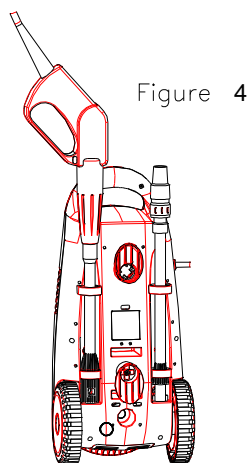

Figure 4
5.3.8 Après le nettoyage, vous pourrez prendre séparément le pistolet pulvérisateur et le ranger dans le compartiment outil de l'appareil. Voir figure 4